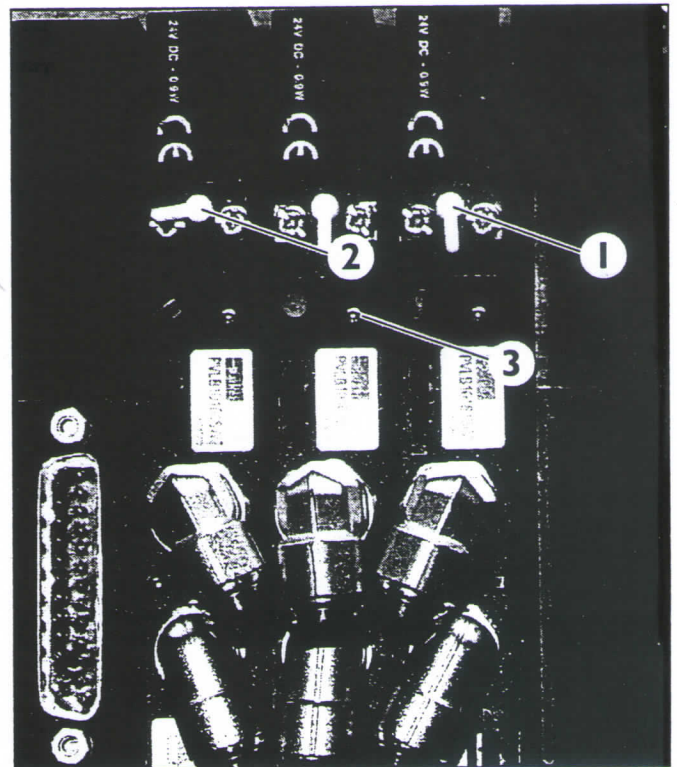

Fig. 65/I Atuação manual das válvulas
- Para abrir uma válvula magnética: Desloque a alavanca de emergência amarela manualmente da posição central **0** (Fig. 65/I, Pos. 1) para uma das posições **I** (Fig. 65/I, Pos. 2).
Caso a válvula magnética que se pretende atuar tiver o diodo luminoso (LED) aceso (Fig. 65/I, Pos. 3), será impossível fazer uma atuação manual da mesma!
- Conecte a unidade de comando à distância na parte superior do dispositivo de tração (conector, Fig. 65/1, Pos. 2).